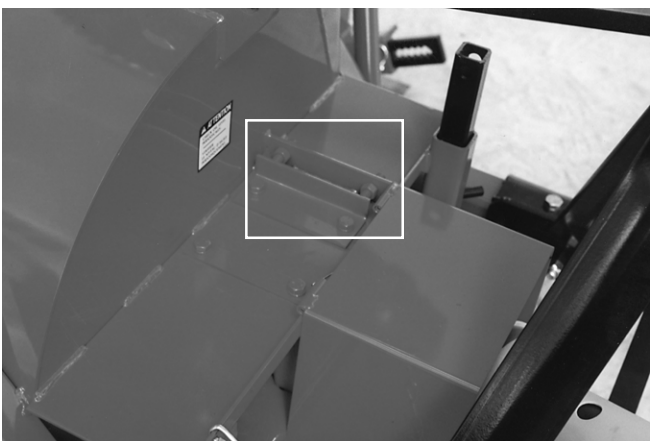

Figure 25
- 8) Vérifiez l'ajustement du rotor. Le bout des palettes doit passer à environ 1/8" @ 3/16" du tour du tambour, du côté de la décharge de la neige. Au besoin, ajuster cette distance à l'aide du tendeur (Fig. 25).